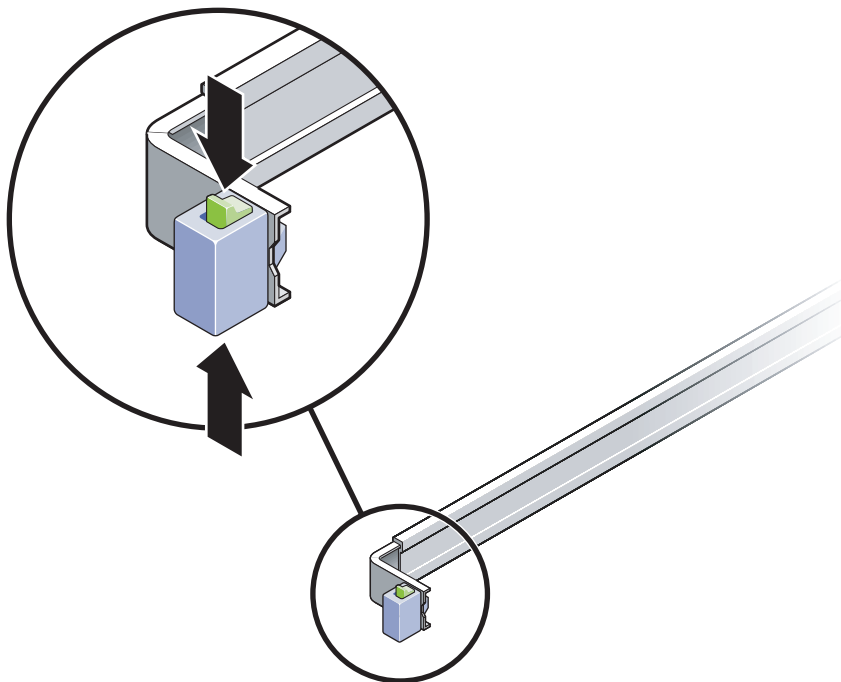

FIGURA 2-11 Desbloqueo del conjunto de guías deslizantes
- a. Presione al mismo tiempo el botón de bloqueo superior de la guía y el inferior (FIGURA 2-11).